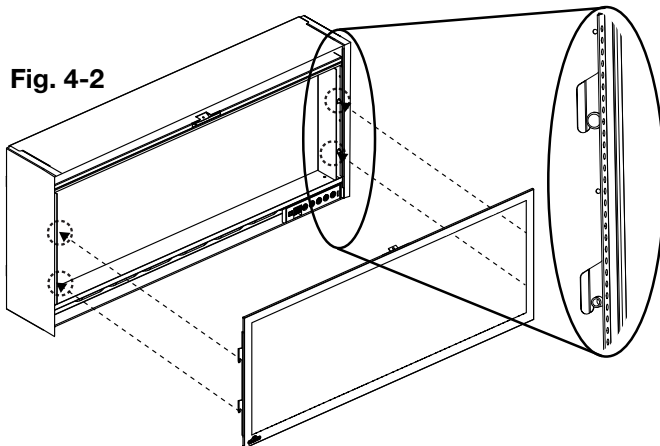

Fig. 4-2
1. Installez le verre avant en alignant les goujons sur l'appareil. Déplacez le verre vers l'intérieur puis vers le bas avec les supports (Fig. 4-2).